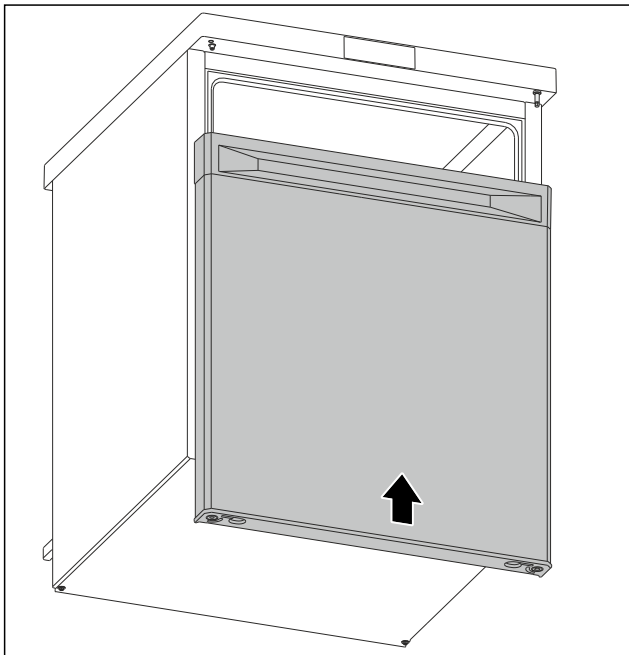

Fig. 15
- ▶ Zamknięte drzwi nasunąć na górny sworzeń. (patrz Fig. 15)